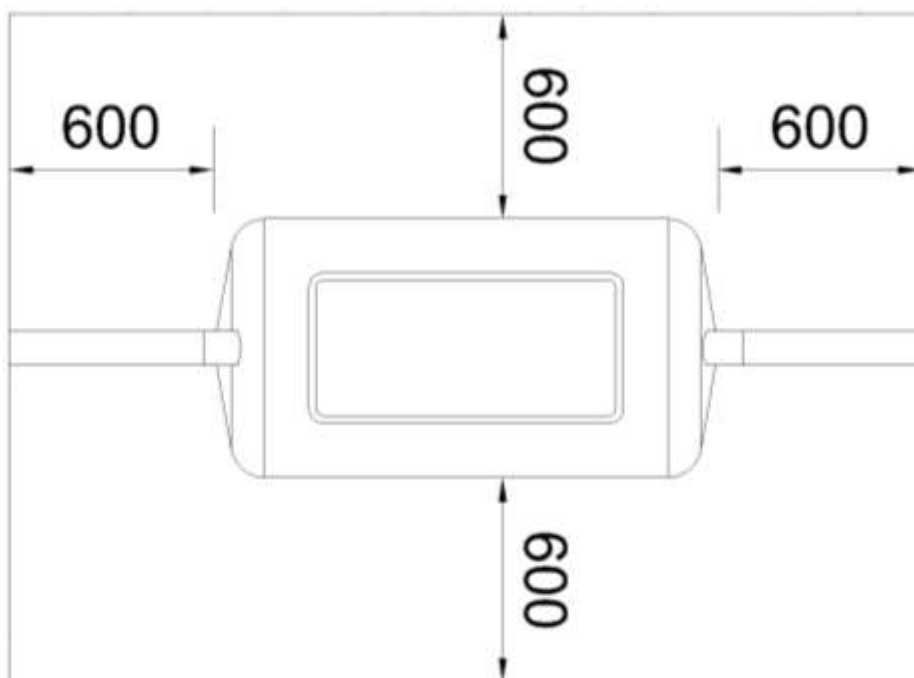

Figura 4-3 DISTANZE MINIME BORDO SCAVO NEL CASO DI SCAVO INSTABILE
- La distanza minima tra i manufatti (sia di fianco che frontalmente) e il bordo dello scavo è pari alla metà del diametro o del lato minore del manufatto con un minimo di 600 mm (figura 4.3).